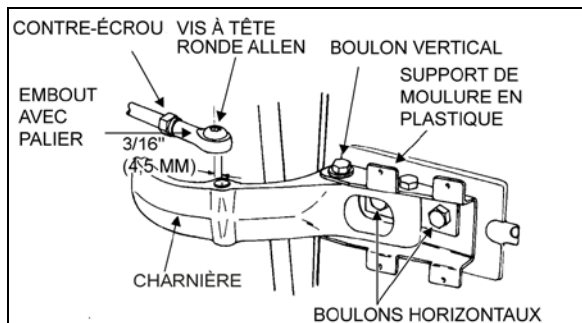

FIGURE 28 : CHARNIÈRE DE PORTE SUPÉRIEURE 18058
2. Retirer la vis à tête ronde Allen et la rondelle qui maintiennent l'embout à rotule sur la charnière supérieure. Voir la Figure 28.